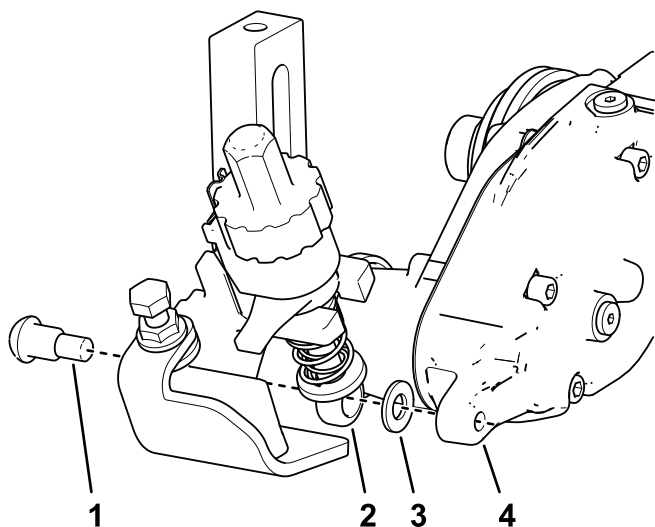

Figura 11
- Sul lato della scatola del groomer, posizionate l'asta del braccio di regolazione della staffa dell'altezza di taglio all'interno della scatola di trasmissione del groomer e fissatela con un bullone di spallamento e una rondella rinforzata, come illustrato nella Figura 11; serrate il bullone di spallamento a 16–22 Nm.